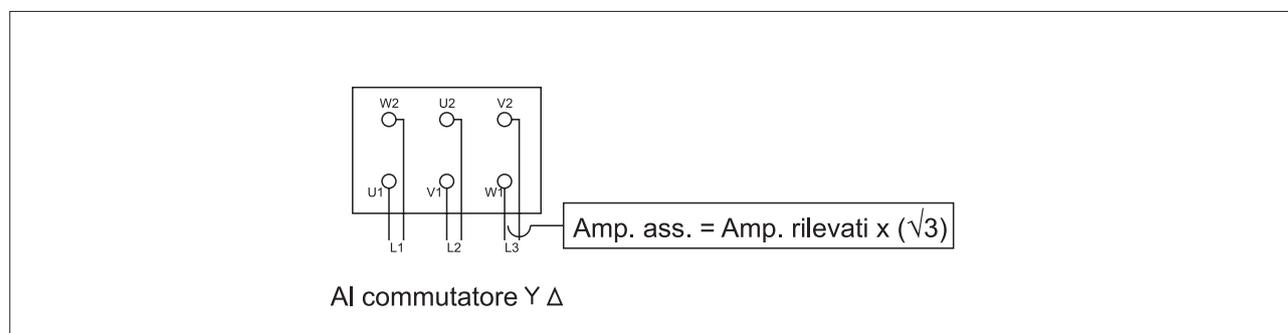

FIG. 31 (Equipaggiamento elettrico)
5.8.1- Equipaggiamento elettrico (FIG. 31)